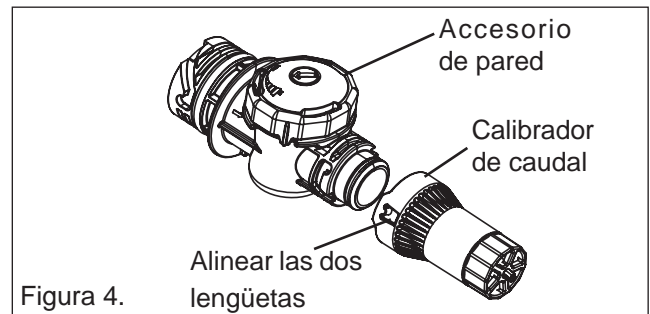
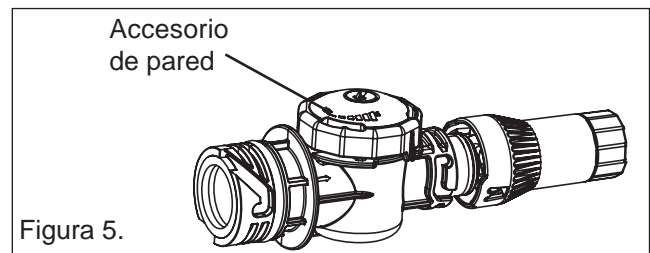

Figura 4.
Figura 5.
1. Fije el calibrador de caudal al accesorio de pared al alinear las dos lengüetas en el calibrador de caudal con las ranuras en el accesorio de la pared. **Véase figura 4.** Empuje y gire el calibrador de caudal en sentido horario hasta que pare, luego tírelo ligeramente fuera de la pared. Asegúrese de que el calibrador de caudal esté bloqueado en su lugar girándolo en sentido antihorario mientras que tira ligeramente el calibrador de caudal. **Véase figura 5.**